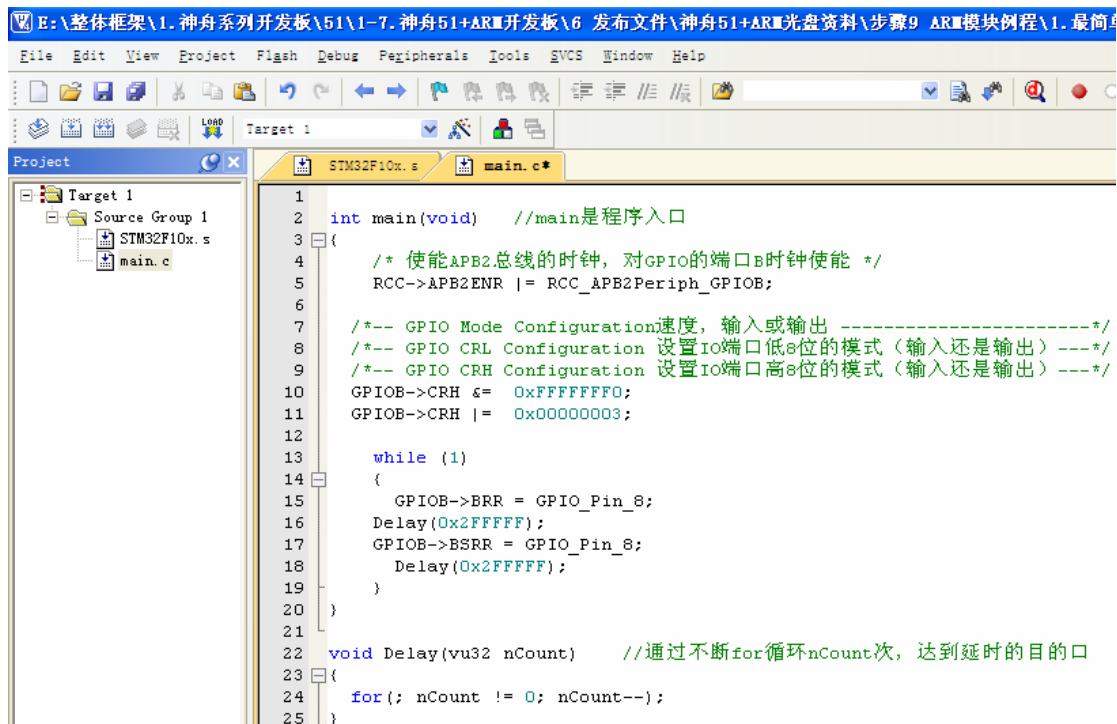

图 4-20 在 main.c 文件上有我们的程序
8. 把 5.61 节的代码直接全盘拷贝到 main.c 文件里，如下图 4-20